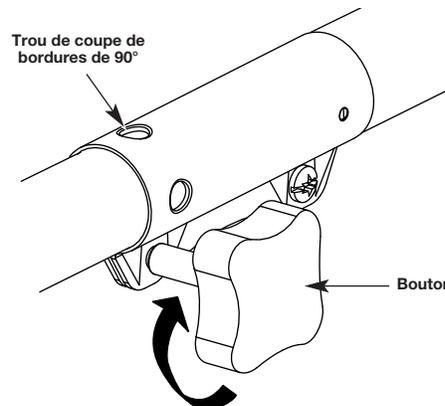

Fig. 18
3. Serrez le bouton en le tournant à droite (Fig. 18).
Pour couper les bordures à l'aide de la tête d'accessoire de coupe sur les modèles EZ-LinkMC, verrouillez le bouton de déclenchement de l'accessoire de coupe dans le **trou de 90°** (Fig. 18).